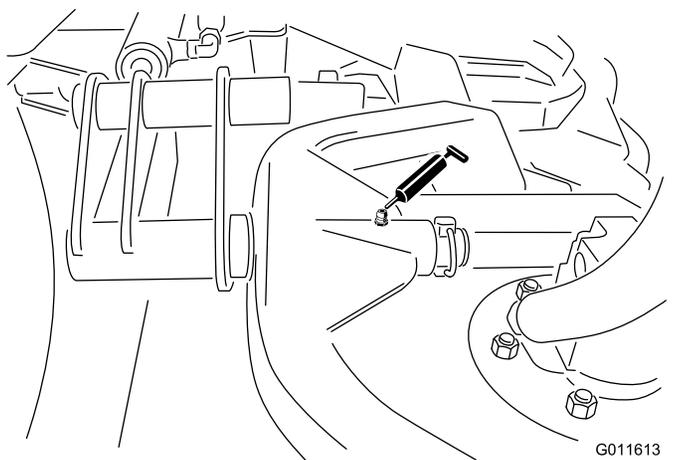

図 43
- カuttingユニットのキャリアフレームのピボット各1ヶ所一 図 43